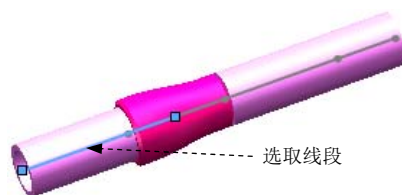

图 11.5.20 选取线段
Step4. 定义覆盖对象。选取图 11.5.20 所示的线段为覆盖对象，选中 **创建自定义覆盖层** 单选选项，如图 11.5.19 所示。